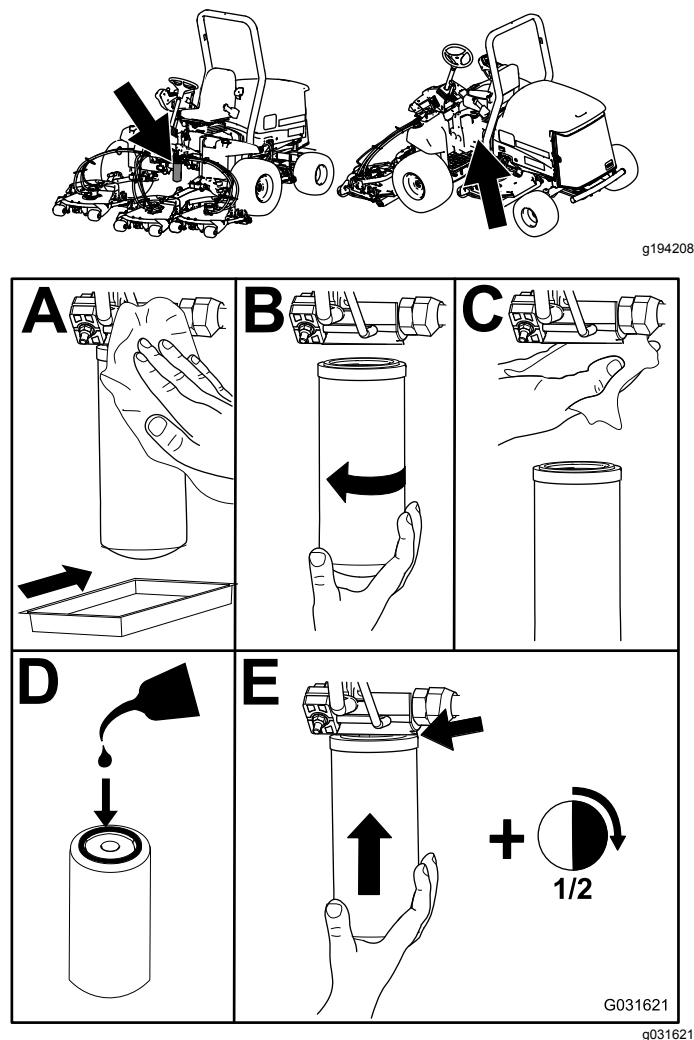

Рисунок 60
2. Замените оба гидравлических фильтра (Рисунок 60).